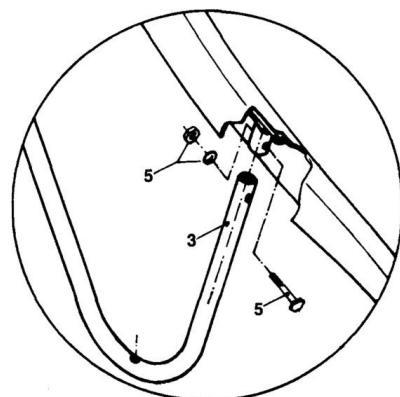
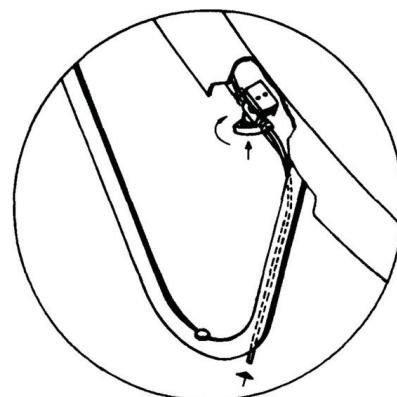

Fig.3
Fig.4
- Introduzir os corrimões (2-3) nos orifícios correspondentes, fixando-os com os parafusos M8, porcas e anilhas (5). Fig. 3
- Montar os degraus (6), (6a), (6b) com os parafusos M8, porcas e anilhas (7), (7a), (7b).
- Colocar o escorrega na sua posição definitiva. Marcar os buracos da fixação no solo retirar o escorrega e efetuar a escavação para a fixação das ancoras (8). Finalmente colocar os discos (11) debaixo dos corrimões (2) e fixar o escorrega com os parafusos (9) e (10).
- Ligar a entrada de Válvula 1/8" a uma tomada de água. Fig. 4.
- I. Slot rails (2, 3) into their corresponding holes by means of screws (M8), nuts and washers (5). Fig. 3.
- K. Place slide in its eventual position. Note where holes will have to be drilled into the ground, remove slide and drill where necessary to embed the studs (8). Finally, place the discs (11) below the rails (2) and fix the slide with screws (9, 10).
- L. Connect the 1/8" valve to a water source. Fig. 4.
- C. Introduire les mains courantes (2-3) dans leurs emplacements respectifs, en vissant les écrous M8, écrous et rondelles (5). Fig. 3.
- E. Placer le toboggan sur l'emplacement définitif. Marquer les trous de fixation sur le sol. Retirer le toboggan et effectuer les percements pour les chevilles (8). Mettre les joints plats (11) sous les platines et fixer le toboggan à l'aide des visseries 9 et 10.
- F. Raccorder la vanne e 1/8" à une prise d'eau. Fig. 4.
- C. Introducir las barandillas (2-3) en los alojamientos correspondientes, fijándolas con los tornillos M8, tuercas y arandelas (5). Fig. 3.
- D. Montar los peldaños (6), (6a), (6b) mediante los tornillos M8, tuercas y arandelas (7), (7a), (7b).
- E. Colocar el tobogán en su emplazamiento definitivo. Marcar los taladros de fijación en el suelo; retirar el tobogán y efectuar los taladros para el anclaje de los tacos (8). Finalmente colocar los discos (11) debajo las barandillas (2) y fijar el tobogán mediante los tornillos autoroscados (9) y (10).
- C. Collocare i corrimano (2-3) nei propri alloggiamenti, fissandoli con i bulloni M8, dado e rondella (5). Fig. 3.
- D. Montare i gradini (6), (6a), (6b) mediante i bulloni M8, dado e rondella (7), (7a), (7b).
- E. Collocare el toboga al suo posto definitivo, segnare al suolo con il trapano i punti di fissaggio, tirare via il toboga e fare i fori per l'ancoraggio delle base (8) alla fine collocare i dischi (1) sotto i corrimano (2) e fissare il toboga mediante i bulloni autofilettanti (9) e (10).
- F. Congiungere l'entrata della valvola da 1/8" a una presa d'acqua. Fig. 4.
- C. Handlauf/Stütze (2-3) an den entsprechenden Stellen einfügen und mit den Schrauben M8, Muttern und Beilagscheiben (5) befestigen. Fig. 3.
- D. Stufen (6), (6a), (6b) mit den Schrauben M8, Muttern und Beilagscheiben (7), (7a), (7b) befestigen.
- E. Rutsche an der gewünschten Stelle aufstellen. Befestigungslöcher am Boden markieren; Rutsche wegziehen und Löcher für die Verankerung der Dübel (8) bohren. Scheiben (11) unter den Handlauf (2) legen und Rutsche mit den selbstschraubenden Schrauben (9) und (10) befestigen.
- F. Einlaufseite des Ventils 1/8" mit Wasseranschluss verbinden. Fig. 4